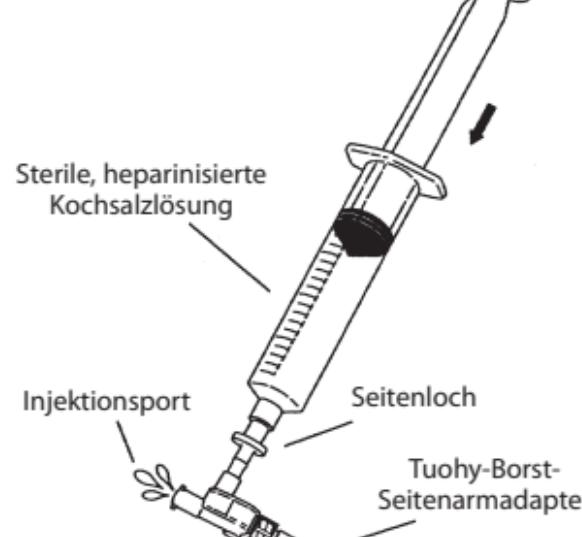

Abb. 2
- Das Doppelrückschlagventil an den durchsichtigen Tuohy-Borst-Adapter anschließen. Das Tuohy-Borst-Ventil muss vollständig geschlossen sein. Eine mit heparinisierter Kochsalzlösung gefüllte 20-mL-Spritze an das Seitenloch des Adapters des Doppelrückschlagventils anschließen und den Injektionsport langsam entlüften. (**Abb. 2**)